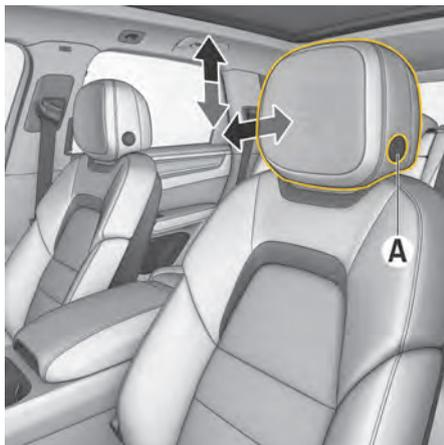

図. 69 フロントシートのヘッドレストの高さと前後位置の調節
- ▶ ボタン **A** (図. 69) を押しながら希望の位置になるまでヘッドレストを後ろに押ししてください。